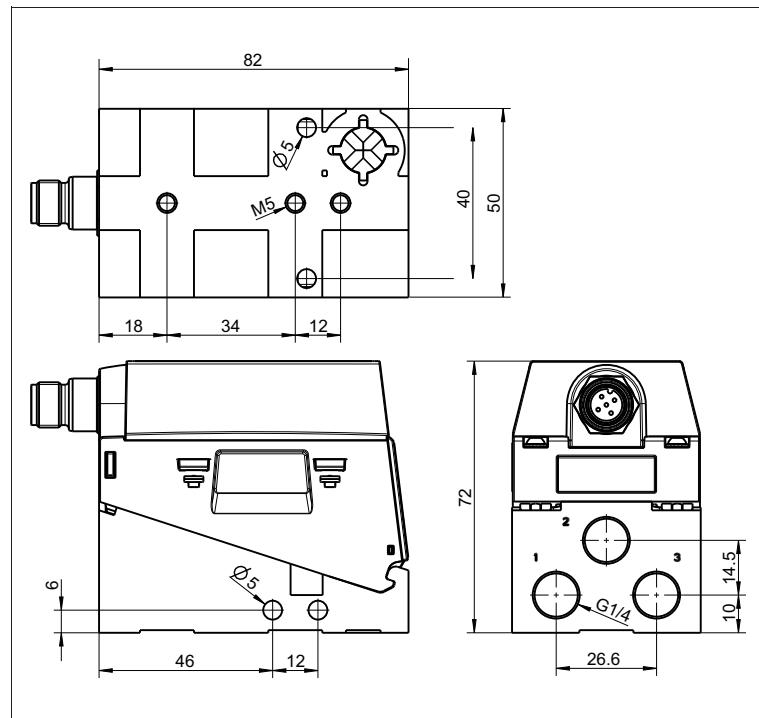

Fig 4: Mättritning
- Hålvästanden angeres på mättritningen (se bild 4).